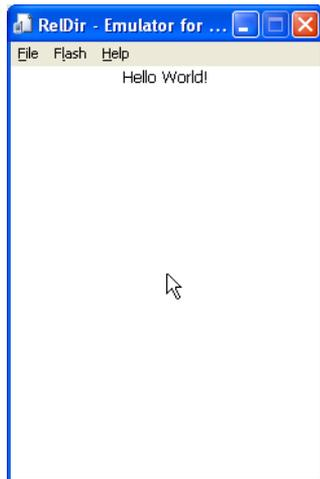

Abbildung 3.13 Ersetzen der Standardshell durch eine Subproject_Shell-Anwendung
9. Überprüfen Sie, dass auf dem Zielgerät die Anwendung **Subproject_Shell** anstatt der Standardshell ausgeführt wird (siehe Abbildung 3.13).